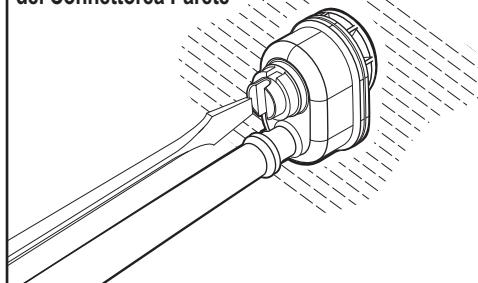

Figura 2
1. **Accendere** la pompa del sistema di filtrazione e successivamente la pompa ausiliaria. Leggere la pressione sul manometro collegato al connettore del pulitore. Usare un cacciavite piatto per regolare la manopola sull'aggancio rapido a parete (figura 2) fino a raggiungere un valore di pressione pari a 25 PSI (+/- 5 PSI) (1,7 Bar +/- 0,3 Bar).